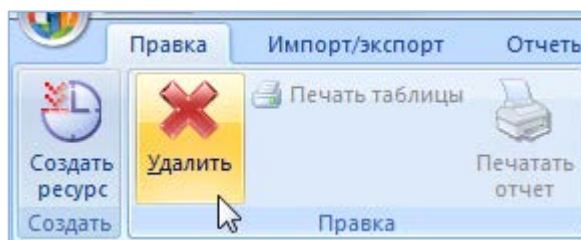

Рис. 11-5 – Кнопка «Удалить» панели «Правка»
4) Нажать кнопку «Удалить» панели «Правка» (рис. 11-5).